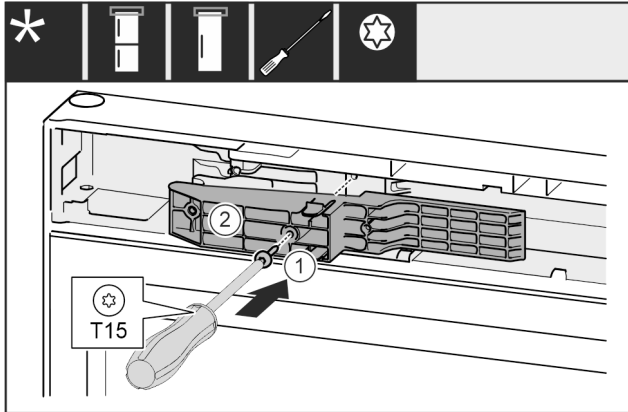

Fig. 64 *
- Placer l'adaptateur Fig. 64 (1) côté poignée dans l'évidement.*
- Serrer la vis Fig. 64 (2) avec un tournevis.*